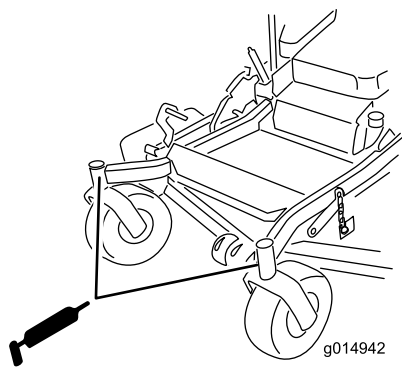

Figura 35
9. Instale el tapón hexagonal y la tapa (Figura 35).